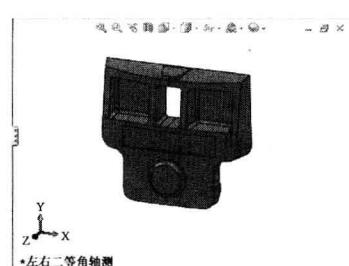

图 1-11
- (1) 单一视图 显示用户指定的视图，如图 1-11 所示。